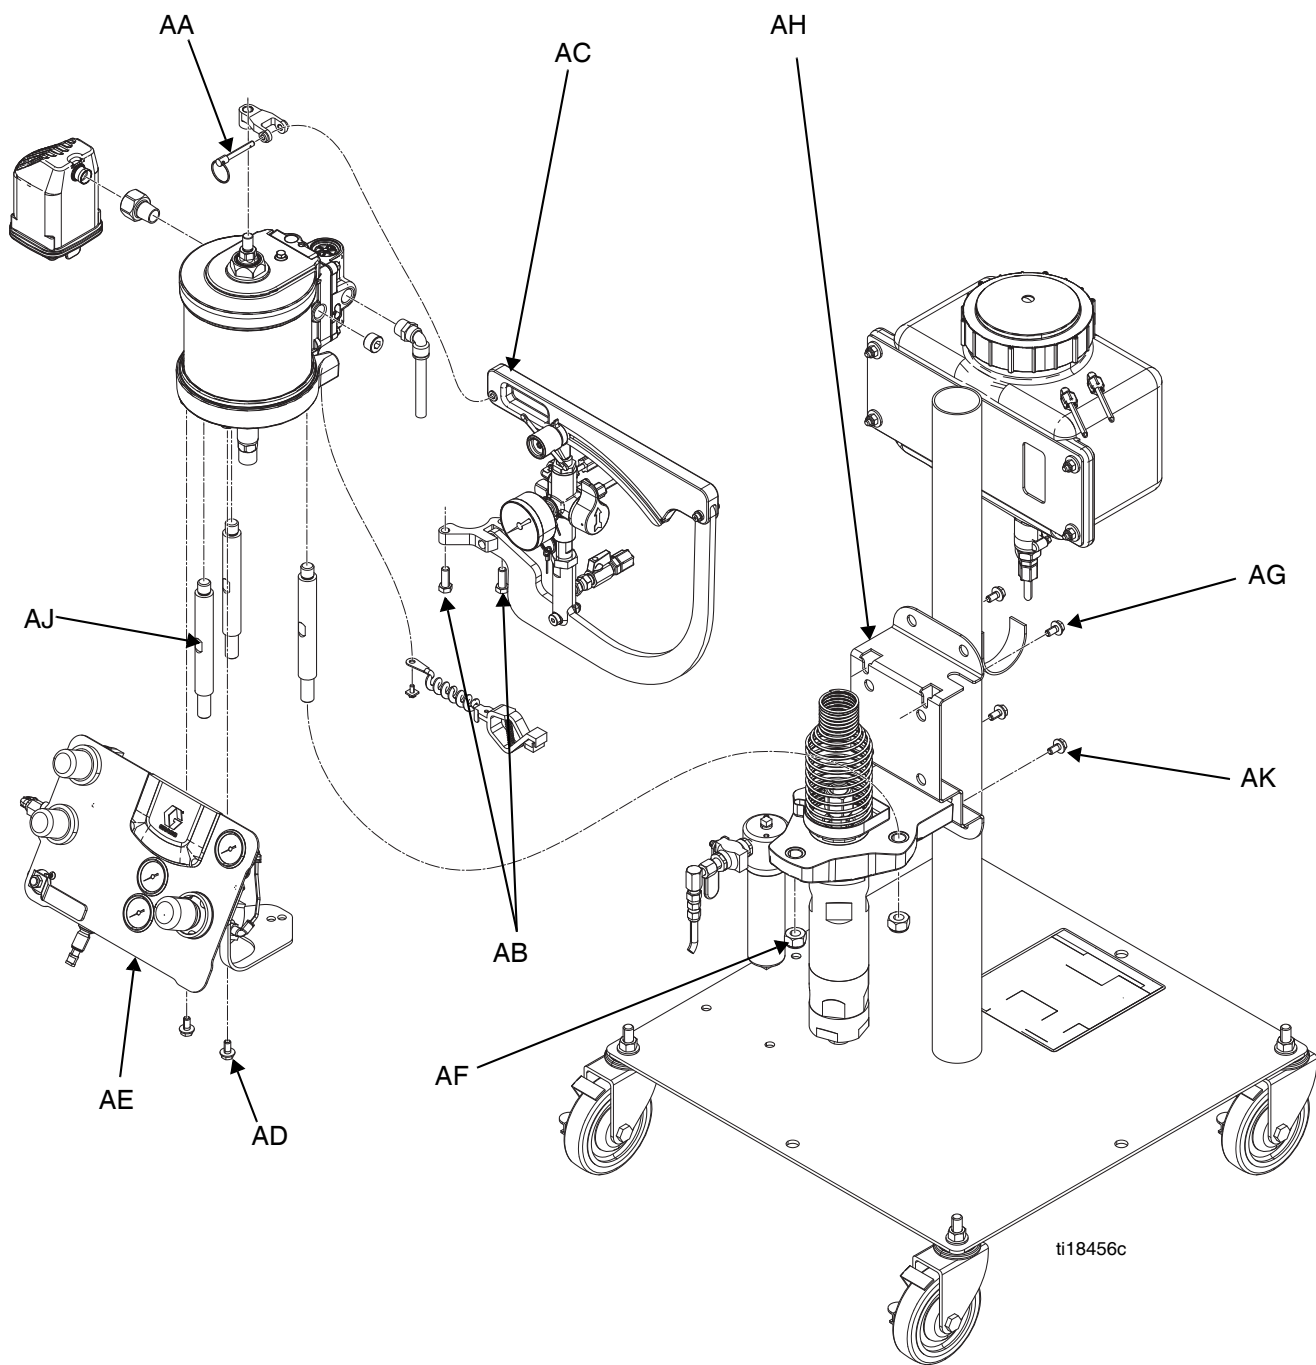

FIG. 36
Vea el manual 3A2315 para información sobre el servicio y las piezas del motor neumático. Consulte FIG. 36 en la página 45.
Consulte FIG. 36 en la página 45.
3. Desconecte la tubería de aire principal del tablero de control de aire (AE).
4. Desconecte los artículos del motor neumático, consulte la FIG. 36 en la página 45:
- b. Retire el pasador superior (AA) que conecta el brazo superior de la bomba de catalizador con el motor neumático, quite los pernos (AB) que conectan el brazo inferior de la bomba de catalizador con el motor neumático, y saque la bomba de catalizador y el conjunto de brazos de control (AC).
- c. Retire dos pernos (AD) que fijan el tablero de control de aire al motor neumático, luego retire el tablero de control de aire (AE).
7. Use una llave de tubo para aflojar los dos tornillos (AG) que conectan el motor neumático con la ménsula de montaje (AH).
8. Use una llave de tubo para retirar los dos tornillos (AK) que fijan la bomba de desplazamiento a la ménsula de montaje.